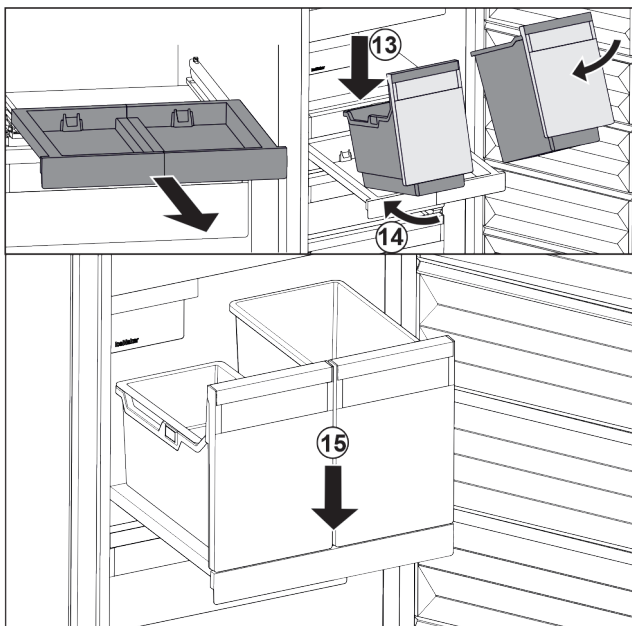

Fig. 88
- ▶ Placer les bacs sur le compartiment coulissant en les inclinant. Fig. 88 (13)
- ▶ Pousser les bacs jusqu'au fond en les inclinant. Fig. 88 (14)
- ▶ Déposer les bacs par l'avant. Fig. 88 (15)